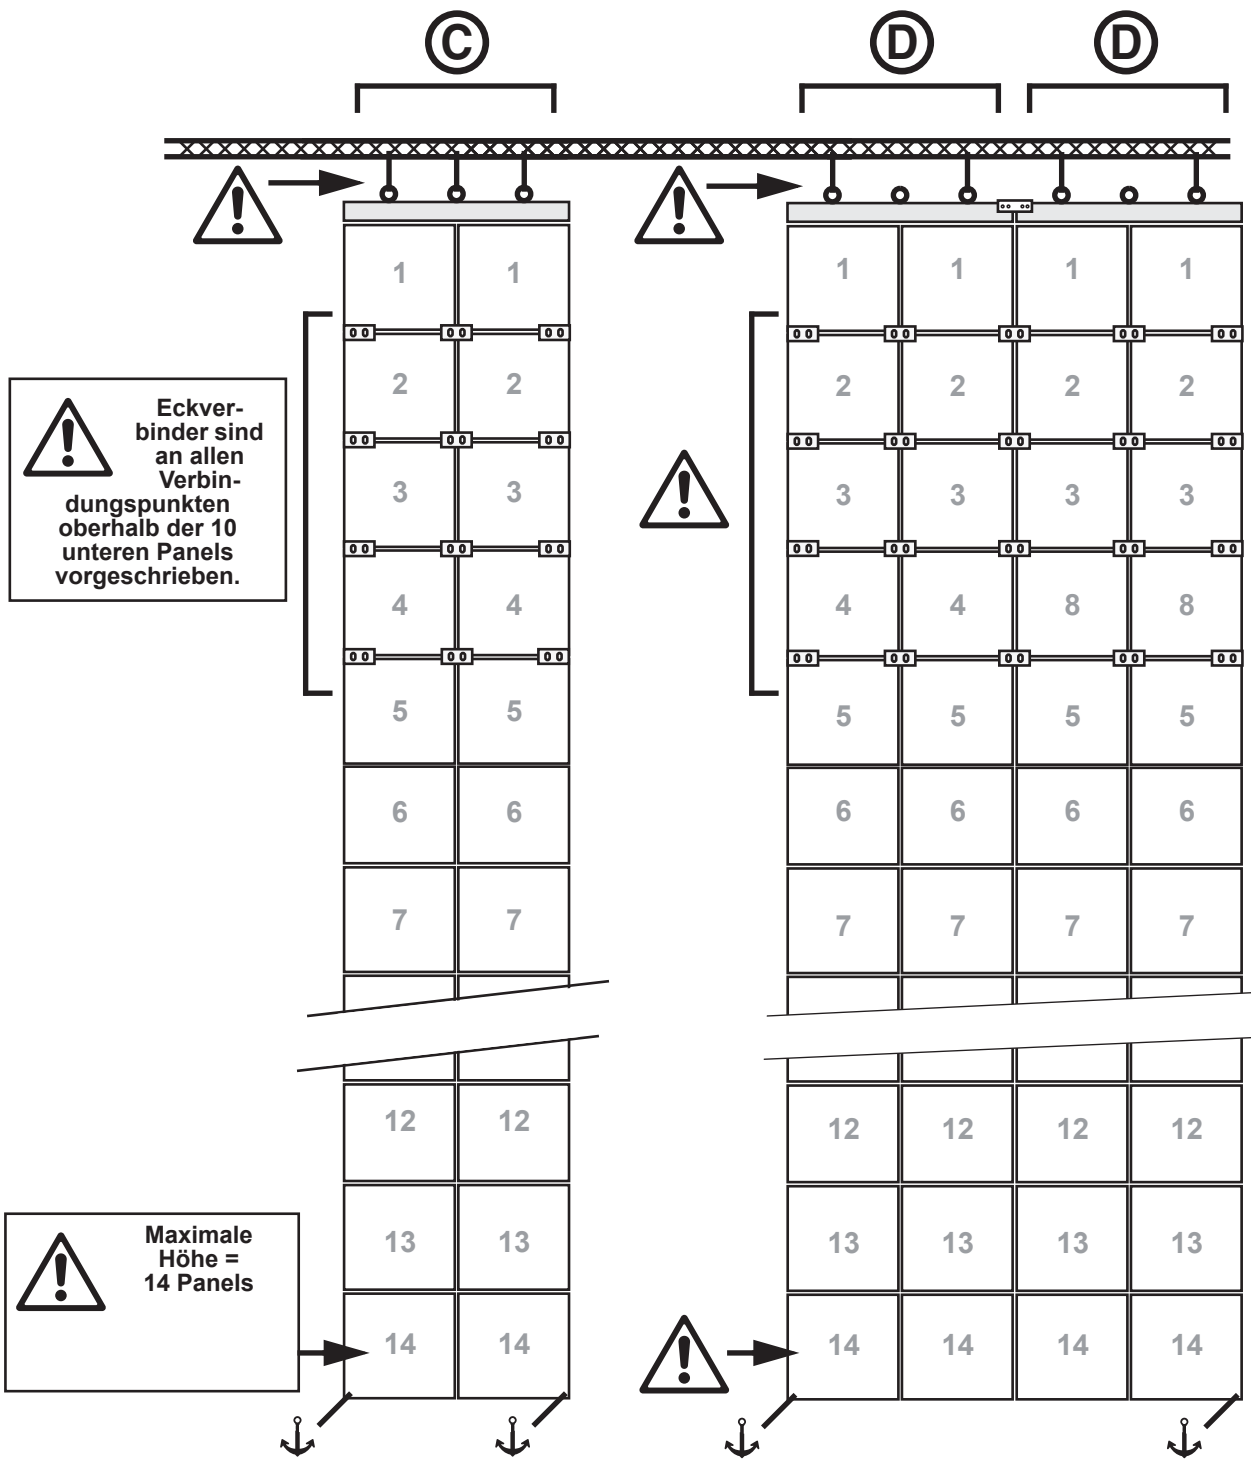
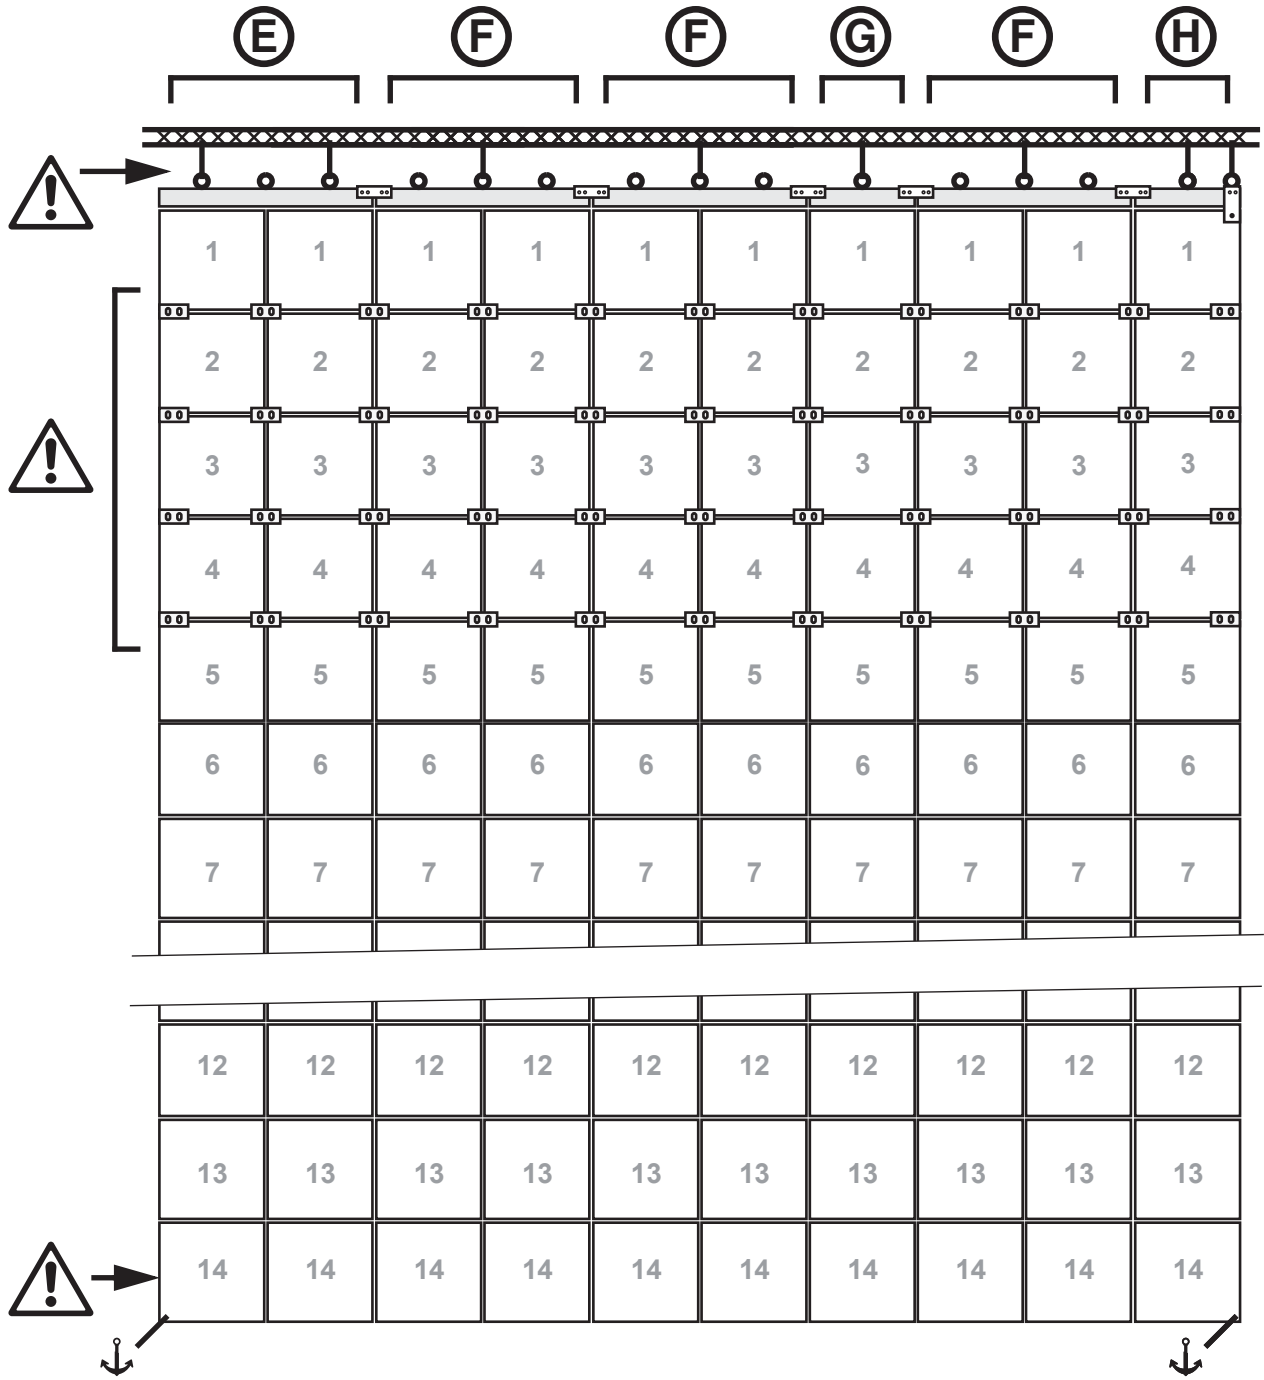

Bild 8: Konfiguration mit zwei oder vier Reihen
Bild 9: Große Konfiguration mit mehreren Reihen
In Anlagen, die aus mehreren, seitlich nebeneinander montierten Reihen bestehen, und deren Panels waagrecht mit den integrierten seitlichen Anschlüssen miteinander verbunden sind, und deren Reihen aus mehr als zehn (10) vertikal verbundenen Panels bestehen, müssen die Panels oberhalb des zehnten Panels jeder Reihe jederzeit an allen vier Ecken mit Eckverbindern verbunden werden. Siehe auch Bild 8 auf Seite 16 und Bild 9 auf Seite 18.
- Wenn Sie zwei Reihen an einem Double Header montieren und die Panels nicht waagrecht mit anderen Reihen verbunden werden (siehe **C** in Bild 8), müssen Sie den Header mit drei Ketten oder Seilen an der tragenden Struktur befestigen. Verwenden Sie eine Kette oder ein Seil an jeder der drei Hebeösen des Double Headers.
- Wenn Sie vier Reihen an einem Double Header montieren und die Panels nicht waagrecht mit anderen Reihen verbunden werden (siehe **D** in Bild 8), müssen Sie die Header mit insgesamt mindestens vier Ketten oder Seilen an der tragenden Struktur befestigen. Verwenden Sie eine Kette oder ein Seil an jeder von zwei Hebeösen des Double Headers.
- Wenn Sie eine einzelne Reihe, deren Panels nicht auf **beiden** Seiten (wie **H** in Bild 9) waagrecht mit anderen Panels verbunden werden, müssen Sie den Single Header der Reihe mit einer zusätzlichen Ankerplatte mit Hebeöse ausrüsten. Ankerplatten sind als Zubehör von Martin™ erhältlich. Befestigen Sie erst den Single Header mit zwei Ketten oder Seilen an der tragenden Struktur, bevor Sie Panels an diesem Header montieren.
- Wenn die Panels der einzelnen Reihe auf beiden Seiten waagrecht mit anderen Panels verbunden werden (wie **G** in Bild 9), können Sie den Single Header mit einer Kette oder einem Seil an der tragenden Struktur befestigen.
1. Siehe Bild 8. Legen Sie genügend Eckverbinder zur Stabilisierung der Reihen bereit. Eckverbinder sind als Zubehör von Martin™ erhältlich. Sie benötigen zwei Eckverbinder für jedes Panel oberhalb des zehnten Panels von unten.
- Keine Reihe darf aus mehr als vierzehn (14) Panels bestehen.
- Wenn die Reihen aus höchstens zehn (10) Panels bestehen, benötigen Sie keine Eckverbinder, wenn die Panels waagrecht miteinander verbunden sind.
- Jeder Header in der Mitte einer Konfiguration aus vielen Reihen (siehe **F** und **G** in Bild 9) muss mit einer Kette oder einem Seil an der tragenden Struktur befestigt werden.
- Jeder Header an der Seite einer Konfiguration aus vielen Reihen (siehe **E** und **H** in Bild 9) muss mit mindestens zwei Ketten oder Seilen an der tragenden Struktur befestigt werden.
- Wenn Sie einen *Double* Header an der Seite einer Konfiguration verwenden (siehe **E** in Bild 9), müssen Sie den Header mit mindestens zwei Ketten oder Seilen an der tragenden Struktur befestigen.
- Wenn Sie einen *Single* Header an der Seite einer Konfiguration verwenden (siehe **H** in Bild 9), müssen Sie eine zusätzliche Hebeöse am Header montieren und den Header mit mindestens zwei Ketten oder Seilen an der tragenden Struktur befestigen.
1. Siehe Bild 9. Legen Sie genügend Single und Double Header und Eckverbinder zur Stabilisierung der Reihen bereit. Eckverbinder sind als Zubehör von Martin™ erhältlich. Sie benötigen zwei Eckverbinder für jedes Panel oberhalb des zehnten Panels von unten.